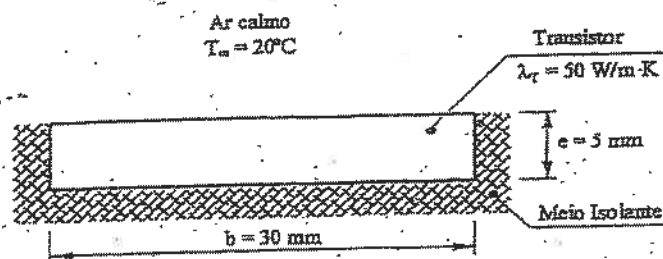

Figura 1
1. Um transistor de base rectangular (30×50 mm) e espessura $e = 5$ mm; está montado num meio isolante como se representa na figura 1.